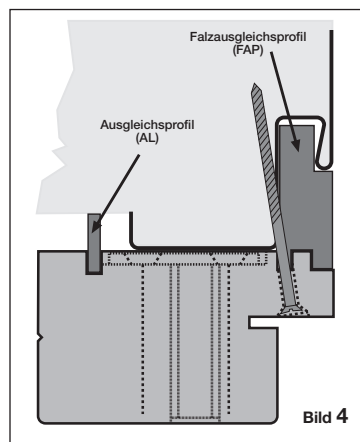

Bild 4
3) Anschließend werden die gegebenenfalls notwendigen Ausgleichsleisten (AL) zum Mauerwerk hin so angepasst, dass der Blendrahmen satt auf dem Zargenspiegel aufliegt. **(Bild 4)**